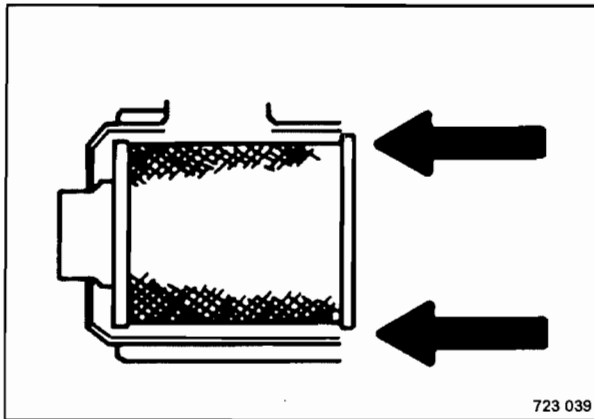

Fig. 107
- Instalar el elemento filtrante principal (Fig. 107).